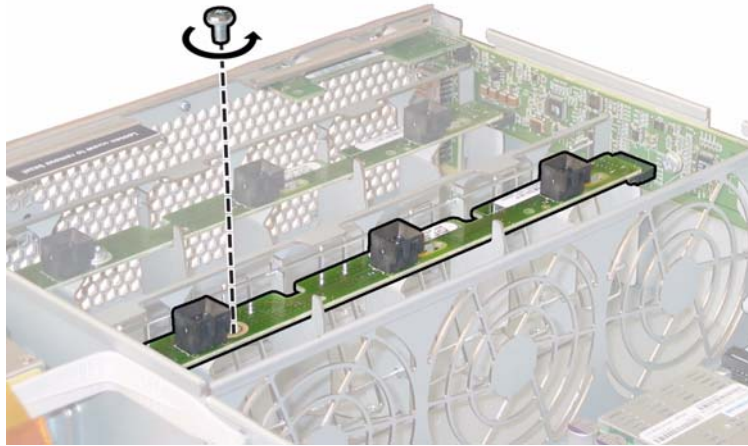

図 4-19 ファンコネクタ基板の固定ネジの取り外し
5. ファンコネクタ基板をシャーシに固定しているネジを 1 本緩めます。図 4-19 を参照してください。